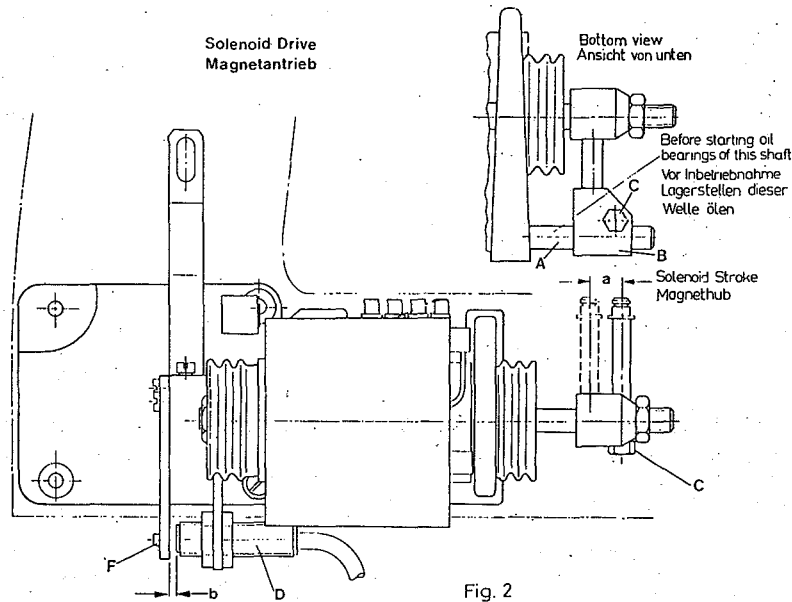

Fig. 2
Loosen nut (C, Fig. 2) and move head (B) as required on shaft (A) to obtain the desired dimension "a" (Fig. 2) according to the following table:
Nach dem Lösen der Mutter (C, Fig. 2) kann der Kreuzkopf (B) auf der Welle (A) entsprechend verschoben werden und das Maß "a" (Fig. 2) nach folgender Tabelle eingestellt werden:
**Note:** The dimension "b" (Fig. 2) is adjusted when the motor is switched on, as described under item 12.
**Beachten Sie:** Das Maß "b" (Fig. 2) wird erst bei eingeschaltetem Motor, wie unter Punkt 12 beschrieben, eingestellt.